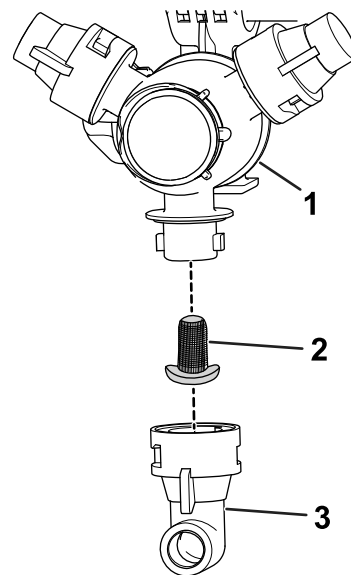

Figure 107
2. Retirez la buse de la tourelle de pulvérisation (Figure 107).
3. Retirez le filtre de buse usagé (Figure 107).
4. Montez le filtre de buse neuf (Figure 107).
5. Installez la buse sur la tourelle de pulvérisation (Figure 107).